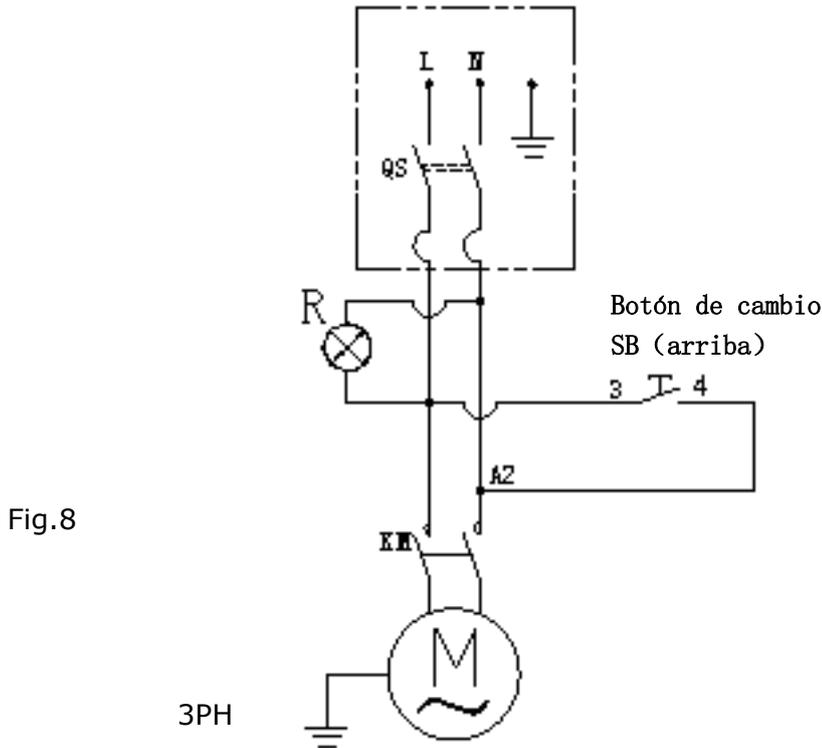

Fig.8
2.2 Esquema de circuito (Fig.8)